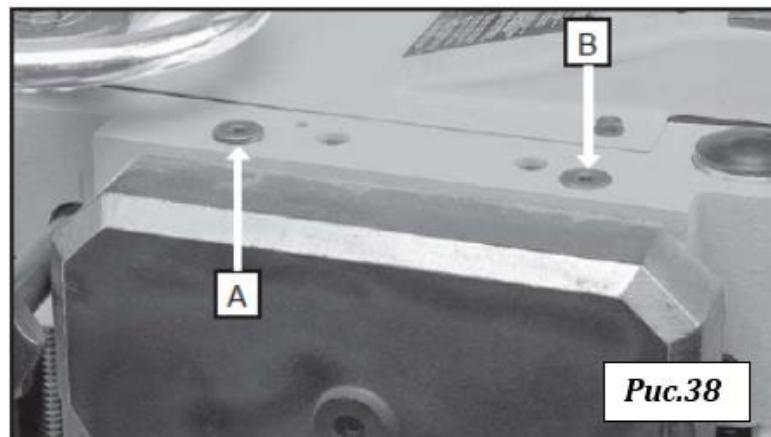

Рис.38
4. Затянуть три винта (C), рис. 38, и поставить на место крышку (B) ограждения ремня и шкива, рис. 19.
Подающий и выводной ролики подпружинены. Натяжение должно быть достаточным для равномерной подачи заготовки без проскальзывания, но не должно быть слишком сильным, чтобы не повредить доску. Натяжение должно быть равным на обоих концах каждого ролика. Для регулировки натяжения пружины подающего ролика следует вращать два винта, один из которых показан на рис. (A), рис. 38. Другой винт расположен на противоположной стороне станка. Производить регулировку двумя винтами (A) до тех пор, пока не покажется четыре витка резьбы (4) над литьём стола. Может потребоваться дальнейшая регулировка натяжения. Для регулировки натяжения пружины выводного ролика повернуть два винта, один из которых показан на позиции (B), рис. 38. Другой винт расположен на противоположном конце стола. Производить регулировку двумя винтами (B) до тех пор, пока один виток резьбы не появится над литьём стола. Может потребоваться дальнейшая регулировка натяжения.